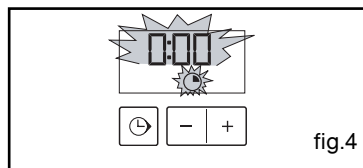

fig.4
- l'indicateur de durée de cuisson et 0:00 clignotent (fig.4).